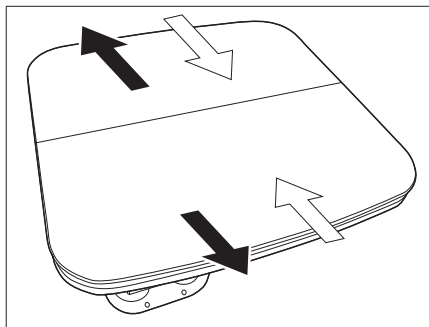

Fig. 103 Separazione delle parti esterne
- Separare le parti esterne del tavolo (Fig. 103 - frecce nere).
- Avvicinare le parti esterne del tavolo (Fig. 103 - frecce bianche).